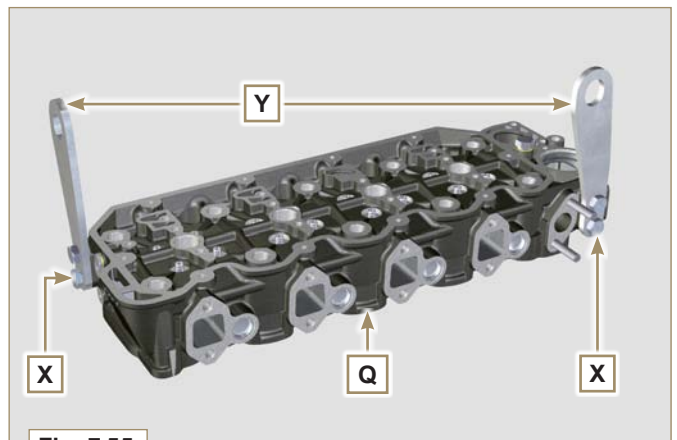

Fig. 7.55
- Zum Heben des Zylinderkopfs **Q** ausschließlich beide von **KOHLER** vorgesehene Ringschrauben **AE** verwenden (siehe Fig. 7.55).